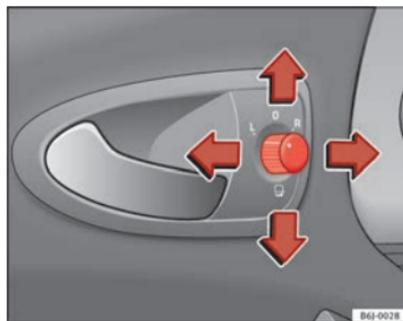

Fig. 67 Commande des rétroviseurs extérieurs
1. Tournez le bouton rotatif ⇒ fig. 67 en position **L (rétroviseur extérieur gauche)**.
- Tournez le bouton rotatif ⇒ fig. 67 en position  pour rabattre les rétroviseurs extérieurs. Pour éviter tout dégât, il est conseillé de toujours rabattre les rétroviseurs extérieurs lorsque vous passez dans une installation de lavage automatique.